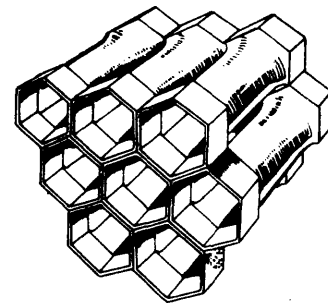

Fig. 3
2. *Núcleo de tipo celular o colmena* (fig. 3)